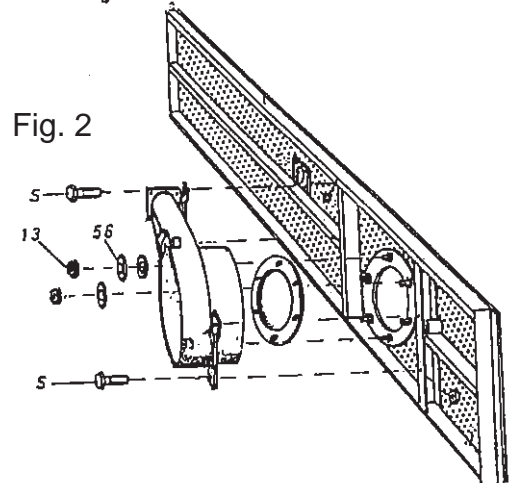

Fig. 2
3. Legg på plass pakningen og monter pumpehuset med 4 bolter utvendig og 6 mutterer m/skive inni huset. NB! Skru ikke til før treveiskranen er på plass og er koplet sammen med pumpehuset fig. 2 og 3